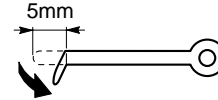

Fig. 2
2. Bend the cable at 5mm from the tip end of the flat cable bracket. (Fig. 2)
2. 束線止めの先端から5mmの位置で折り曲げます。(Fig.2)